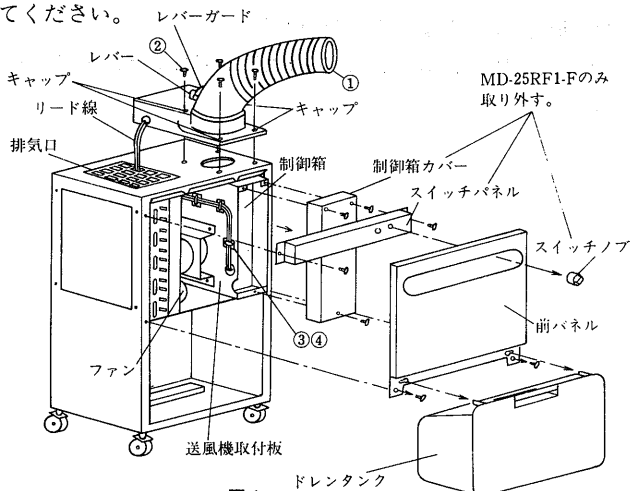

図1
- 5)自動首振り装置①の取付穴に付いているキャップく4個)を取外し付属の取付ネジにて図1に示す要領で取付けてください。
- 6)自動首振り装置①より出ているリード線を図1のように排気口より通し制御箱まで導きます。この時リード線がたるみファンと接触する恐れがあるので必ずバンド固定具③及びバンド④を使用し送風機取付板に固定してください。